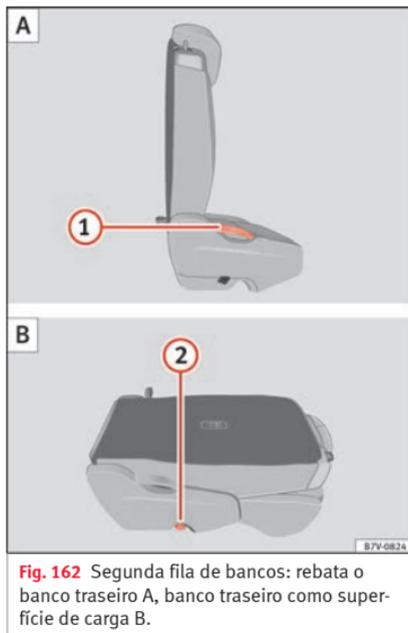

Fig. 162 Segunda fila de bancos: rebata o banco traseiro A, banco traseiro como superfície de carga B.
- Retire os objetos da zona dos pés situada à frente e atrás do banco traseiro » ❶.
- Puxe o manípulo » **Fig. 162** ❶ para cima e rebata o encosto para a frente. O banco completo rebata para a frente » **△**.
- Baixe o encosto rebatido para a frente até que este fique encaixado na posição de superfície de carga » **Fig. 162 B**.
- Puxe o manípulo » **Fig. 162** ❶ para cima e coloque o encosto na vertical. O banco completo desloca-se para trás.